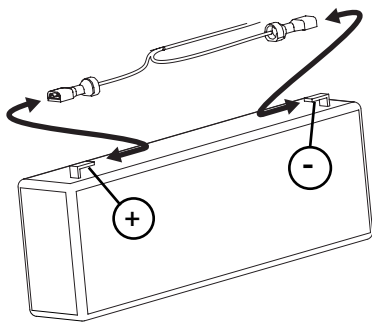

Figura 6-8
5. Conecte el conductor positivo rojo con el terminal positivo (+) rojo. Conecte el conductor negativo negro con el terminal negativo (-) negro. Consulte la Figura 6-8.